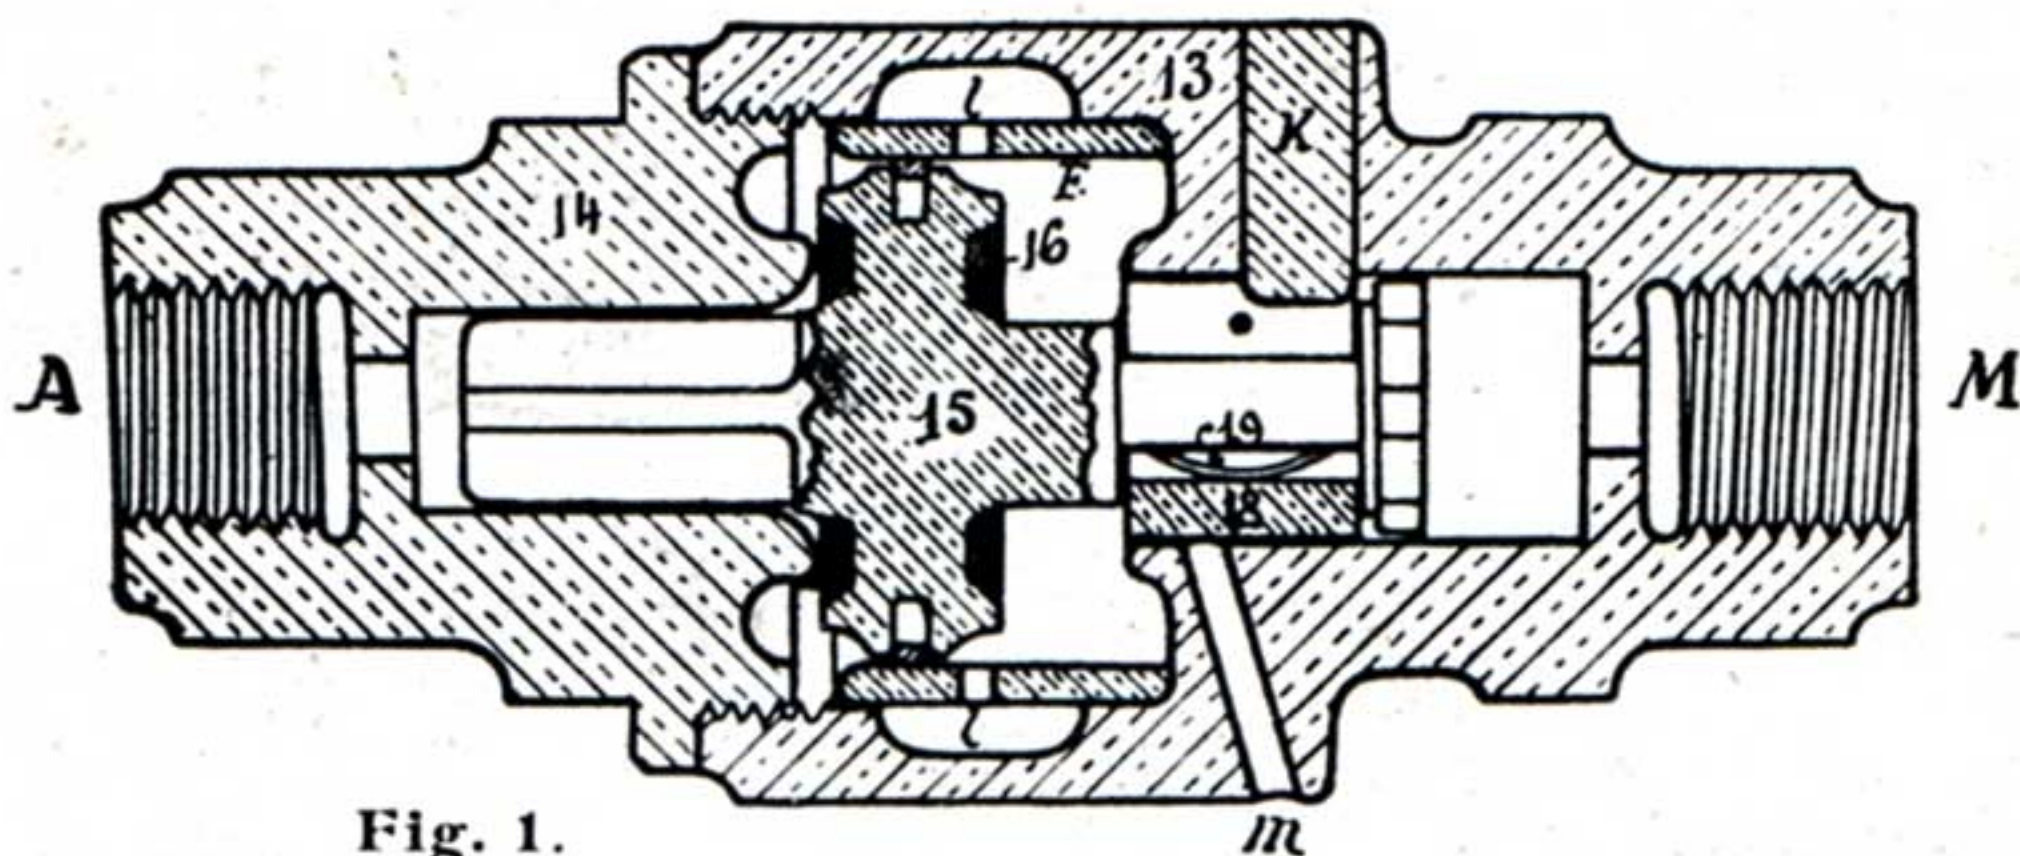

Fig. 1.
*Dubbele afsluitklep* (zie fig 1 en 2, bladzijde 58). Evenzoo ontsnapt de lucht uit den remcilinder door de dubbele afsluitklep, de leiding der rechtstreeksche rem en de onafhankelijke remkraan.